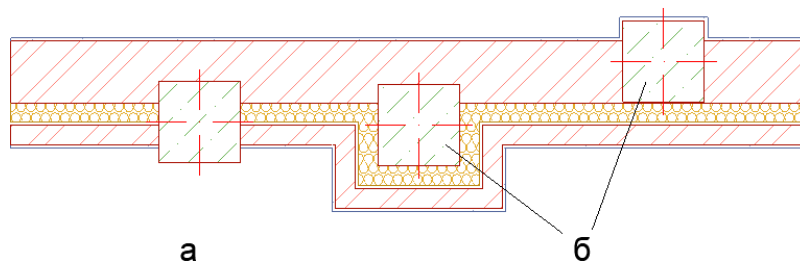

Рисунок 2.17 – Варіанти розміщення колони в стіні: а – вбудована; б – обтікаюча
- 2) стіна обтікає колону – при цій функції шари конструкції стіни, наприклад утеплювач та штукатурка, будуть продовжені навколо колони. До того ж обтікає колону тільки матеріал, який не є несучим (рис. 2.17).